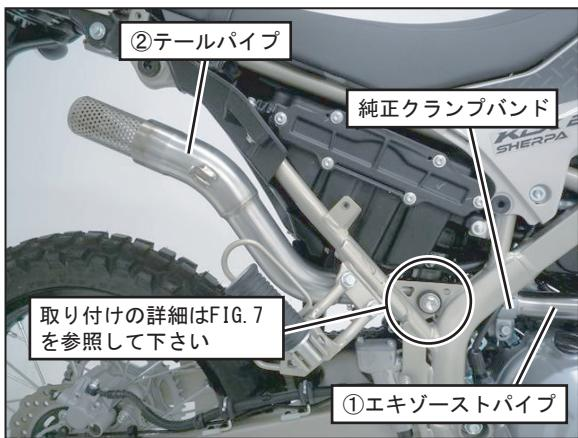

FIG. 6
8. ②テールパイプのステーの穴を車両フレームのマフラー取り付け位置に合せ、純正ボルト、純正ワッシャを使用して仮締めして下さい。 (FIG. 6, 7 参照)